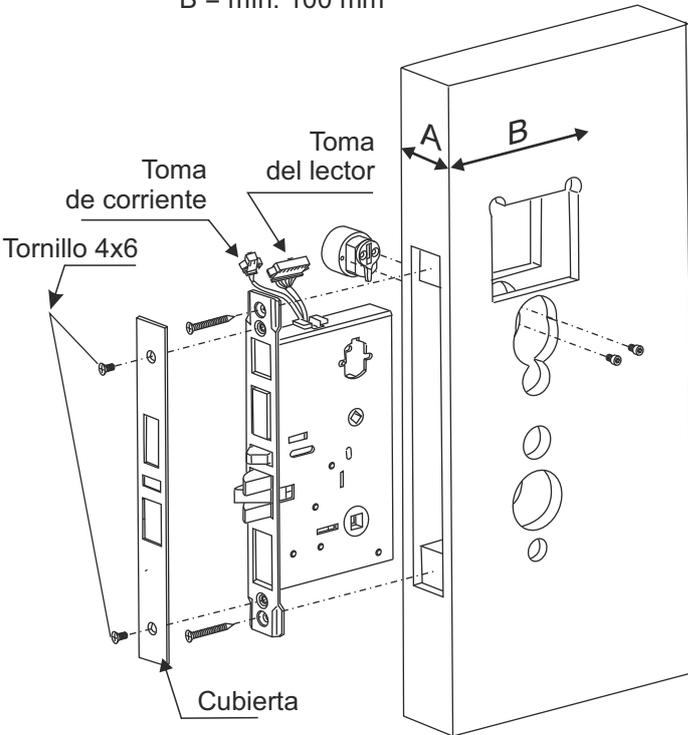

Figura 2
2. Instale el cierre según la figura 2.